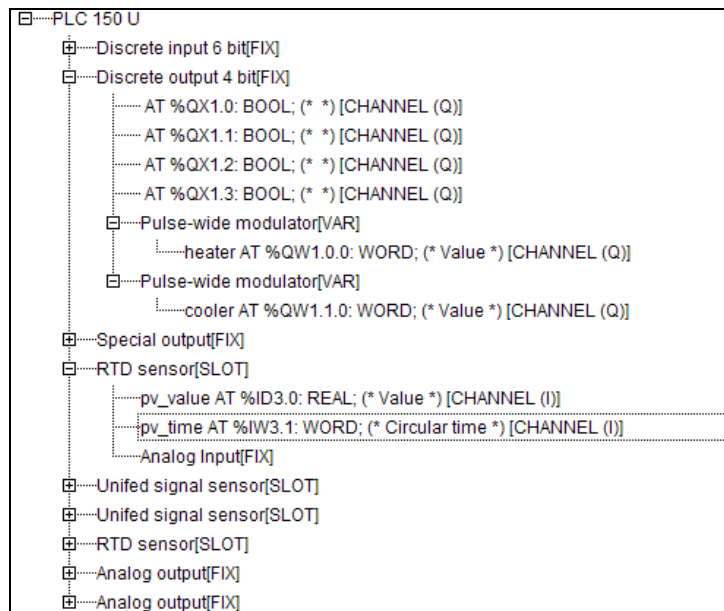

Рис. 3.3. Настройки PLC-Configuration
- 0001** – на входе SP ПИД-регулятора в градусах Цельсия указывается значение необходимой температуры (sp_value). На вход ФБ подается измеренное значение температуры и время измерения с модуля «RTD sensor», рис. 3.3. Параметры на входах TI_, TD_, _IMIN, _IMAX выбраны экспертным методом. Блок MAX в выходном сигнале убирает отрицательные значения;
- 0002** – сигнал **out_val** с ПИД-регулятора поступает на блок MUL для умножения на 655,35 с целью линейного преобразования выходной мощности регулятора (от 0 до 100) к мощности, подаваемой на ШИМ (0...65535). Далее значение передает его на блок REAL_TO_WORD для преобразования типа данных из REAL в WORD. С выхода переменная **heater** подается на модуль соответствующего выхода контроллера в канал широтно-импульсной модуляции – «Pulse-wide modulator», рис. 3.3.